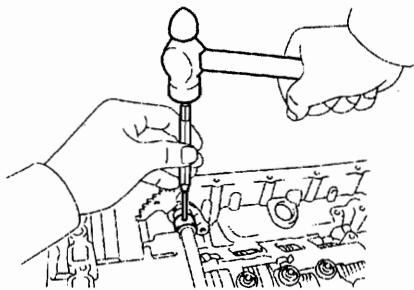

图 12-1-88
③如图 12-1-88 所示，将手动阀杠杆缺口与隔套孔对齐，用冲头将其凿在一起，轴应转动自如。